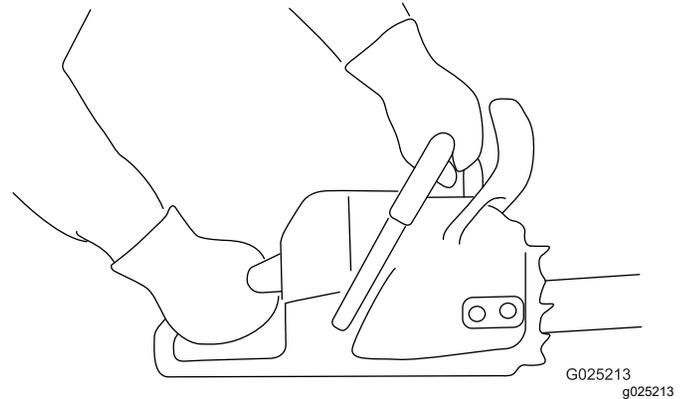

Bild 11
rechte Hand am hinteren Griff sein sollte, wie in Bild 11 abgebildet.
1. Fassen Sie die Kettensäge so an, wie in Bild 11 abgebildet.
- Fassen Sie die Kettensäge so an, wie in Bild 11 abgebildet.